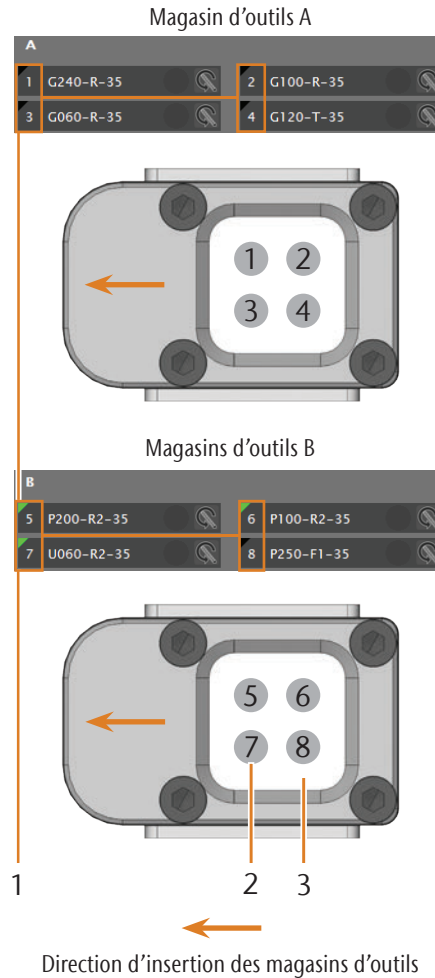

FIG. 16: COMPARAISON DU LOGICIEL CNC ET DES MAGASINS D'OUTILS
- Les positions des outils dans les blocs doivent correspondre à celles figurant dans le logiciel DentalCNC (☞ Fig. 16).